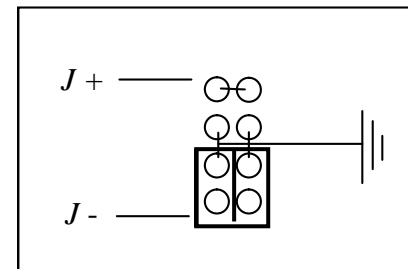

Рис. 9 Заземление минусовой клеммы
10.3 На основной плате возле положительной выходной шины найдите разъем заземления – см. рис. 9. Заводская установка переключки – заземление по минусовой клемме источника.